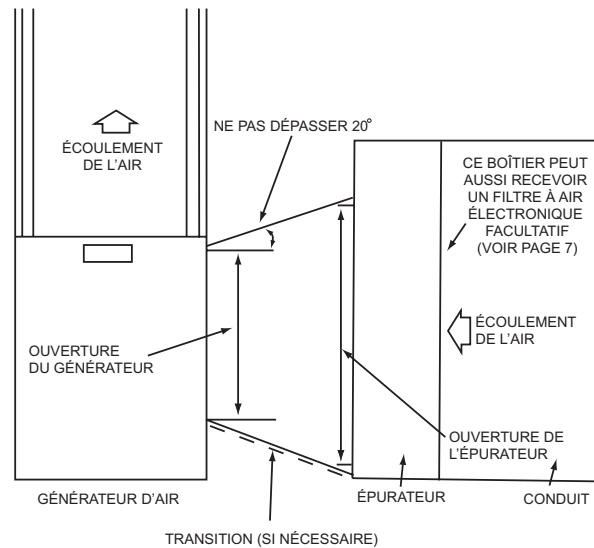

Figure 3
L'épurateur s'installe dans le conduit de reprise d'air d'une installation centrale à air pulsé, en amont du générateur d'air chaud. (Voir l'exemple à la figure 3.)
S'il est impossible d'agrandir suffisamment l'ouverture du générateur d'air chaud, on doit alors installer une section de transition en tôle. Celle-ci doit être adaptée à chaque installation. Le facteur de réduction ne doit pas dépasser 28 cm au mètre (ou 4 pouces au pied linéaire), soit une pente d'environ 20 degrés (figure 3).
3. Si possible, poser le boîtier à côté du générateur d'air chaud, de manière à l'aligner sur son ouverture. S'il est impossible d'agrandir l'ouverture du générateur d'air chaud, utiliser une transition (figure 3).
Faire appel à un raccordement de transition s'il est impossible d'assembler le conduit directement sur l'ouverture du boîtier. Pour assurer le meilleur rendement, il est préférable d'assurer une transition graduelle. Ne pas permettre plus de 28 cm au mètre (ou 4 pouces au pied linéaire), soit une pente d'environ 20 degrés (figure 3).